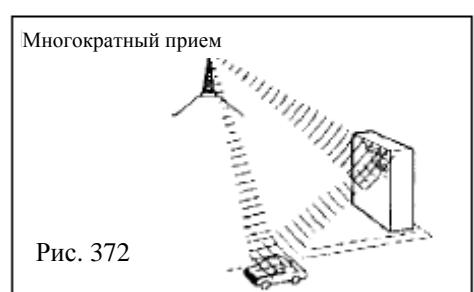

Рис. 372
#### (2) Многократный прием (рис. 372)